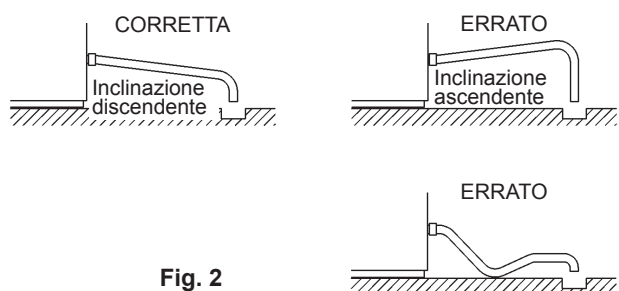

Fig. 2
* Per prevenire la contropressione nel deposito di raccolta cubetti, il tubo flessibile di uscita deve essere disposto come indicato in Fig. 2